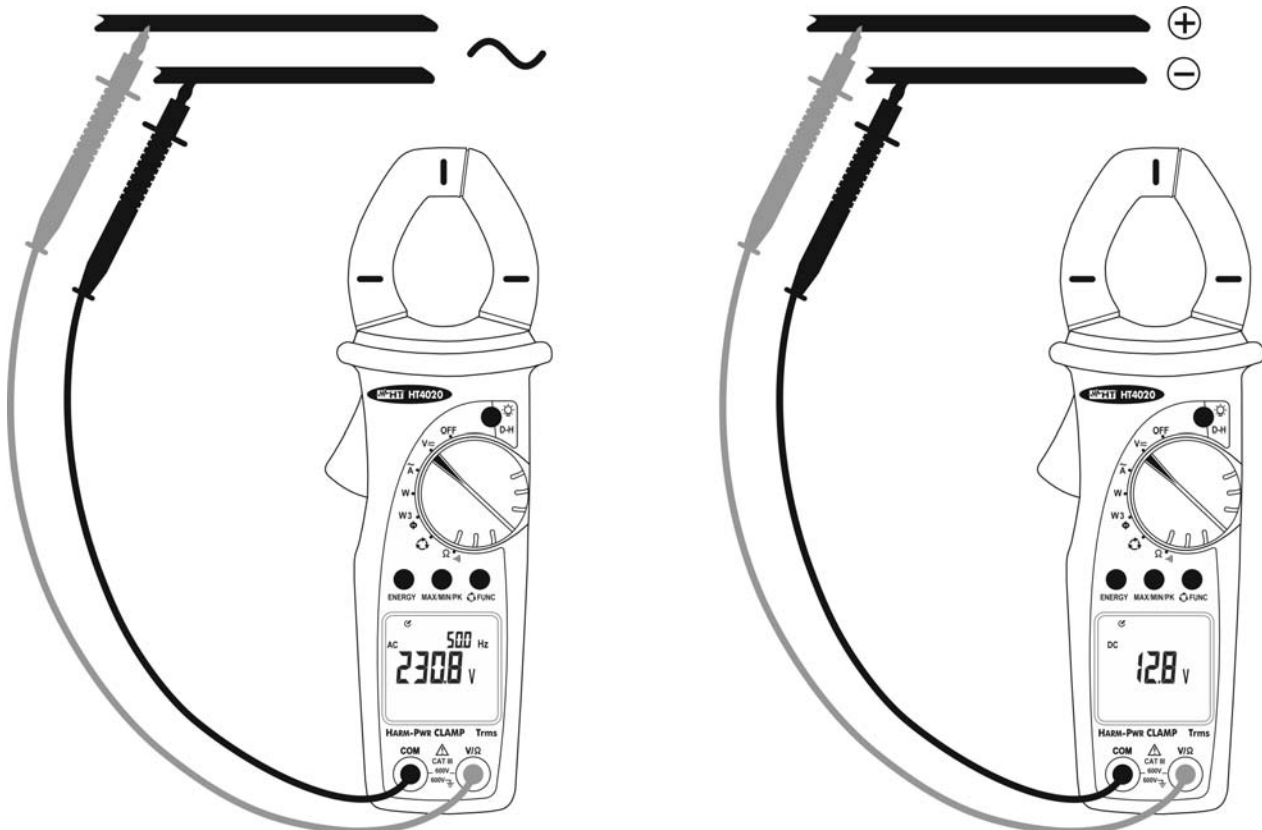

Abb. 4: AC Spannungsmessung
3. Verbinden Sie die Messspitzen mit dem gewünschten Stromkreis (s. Abb. 4). Das Messgerät wechselt automatisch zwischen AC und DC. Bei einer AC Spannungsmessung wird ebenfalls die Frequenz angezeigt.